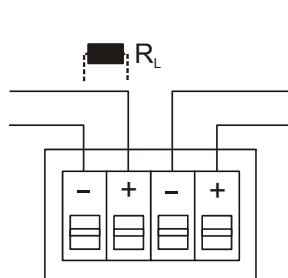
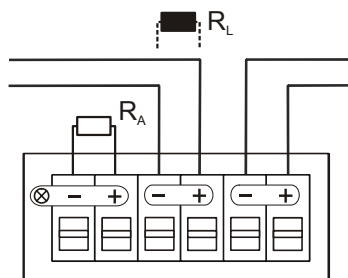

Fig. 4
Fig. 5
2. Connect the feed line to the terminals on the call point unit according to the connection diagram (see Fig. 4 and Fig. 5).
4. When using the call point unit MTE320C, mount the alarm-resistor R_A (depending on the control unit) (Fig. 5).
2. Schliessen Sie die Zuleitung gemäss Anschlussschema an die Klemmen im Schaltungseinsatz an (Fig. 4 und Fig. 5).
4. Setzen Sie im Schaltungseinsatz MTE320C einen Alarmwiderstand R_A (zentralenspezifisch) ein (Fig. 5).
2. Raccordez le câble d'alimentation aux bornes dans l'unité de commutation conformément au schéma de raccordement (Fig. 4 et Fig. 5).
4. Placez dans l'unité de commutation MTE320C une résistance d'alarme R_A (spécifique à l'équipement de contrôle et de signalisation) (Fig. 5).